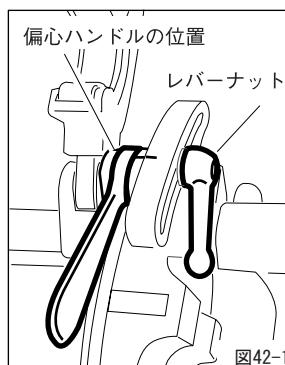
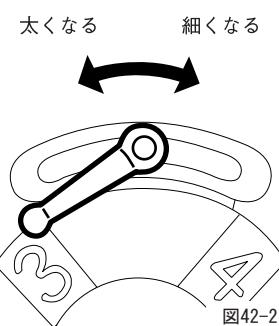

図42-1
図42-2
- ① ねじ切り寸法を合わせる時には、偏心ハンドルをかならず手前に倒してから、ダイヘッドのねじ切り寸法と偏心台の目盛りを合わせてください。(図42-1)
- ② レバーナットは手でしっかりと締めるだけです。ハンマー等で叩き締めする必要はありません。
- ③ 太いめ、細いめのねじを切るには、偏心台の目盛りをサイズ目盛りの線より手前にずらして合わせると太く切れ、反対に向側にずらして合わせると細く切れます。(図42-2)